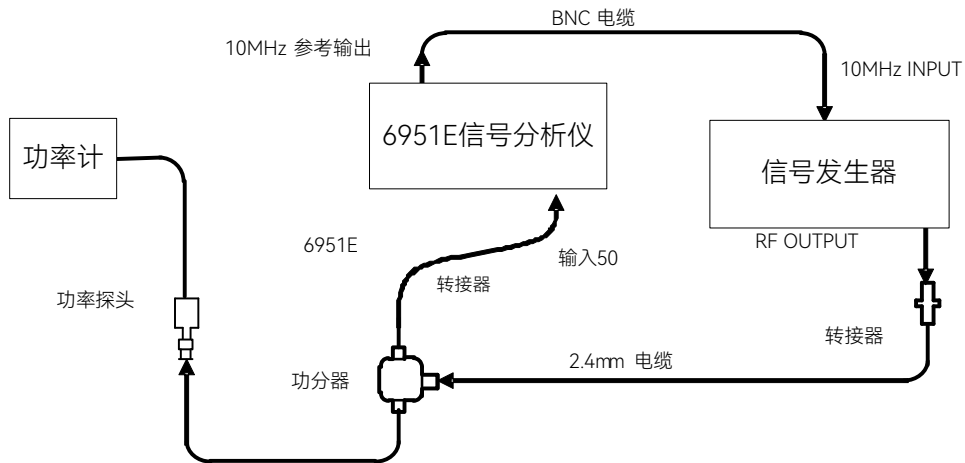

图7.7 频率响应测试 (50MHz ~ 26.5GHz)
- 1) 开机预热 30 分钟，按照图 7.7 所示连接测试仪器。